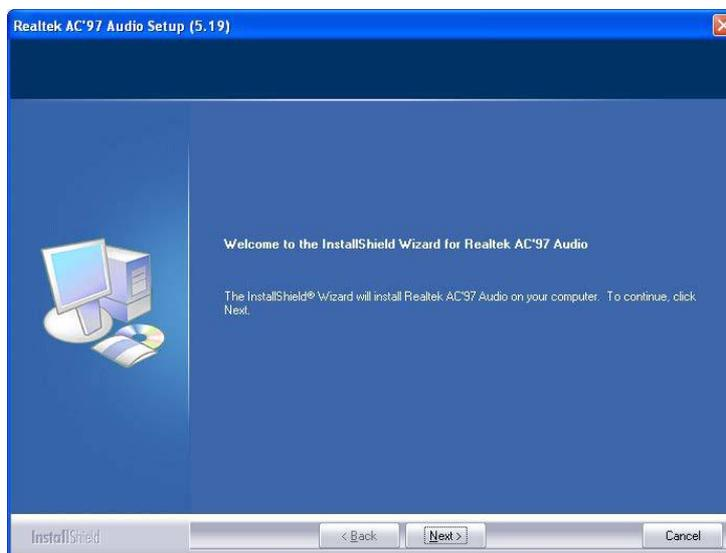

Abbildung 7-16: AC'97 Treiberinstallation Begrüßungsbildschirm
Schritt 5: Der AC'97 Treiberinstallations-Bildschirm wird angezeigt (**Abbildung 7-16**).